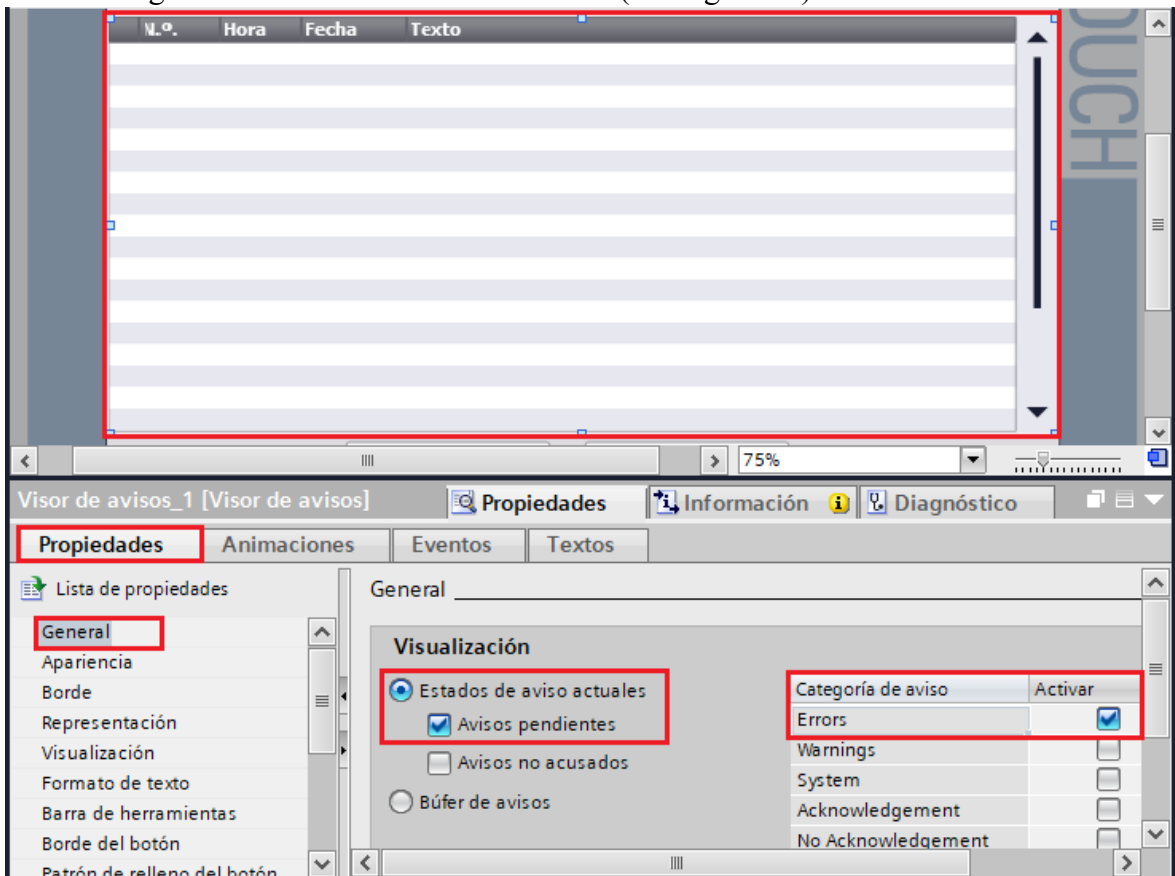

Figura 73. Configuración Visor de avisos.
- En “Categoría de aviso” seleccionar “Errors” (ver Figura 73).